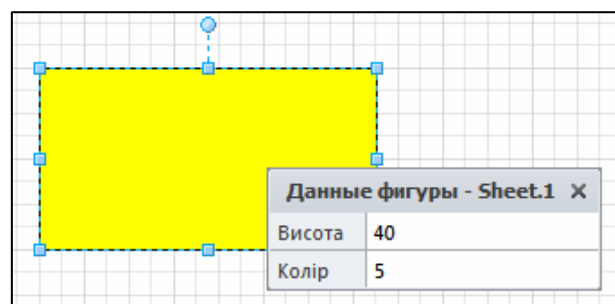

Рис. 14.17. Управління прямокутником через його властивості
- Добийтеся, щоб введення значення у властивість *Висота* призводило до відповідної зміни висоти прямокутника (див. далі рис. 14.17).
Перевірте можливість зміни кольору заливки фігури, поміщаючи в поле властивості *Заливка* числове значення від 0 до 23 (рис. 14.17).